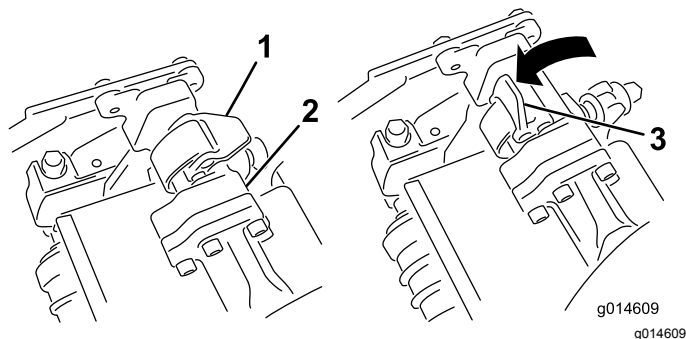
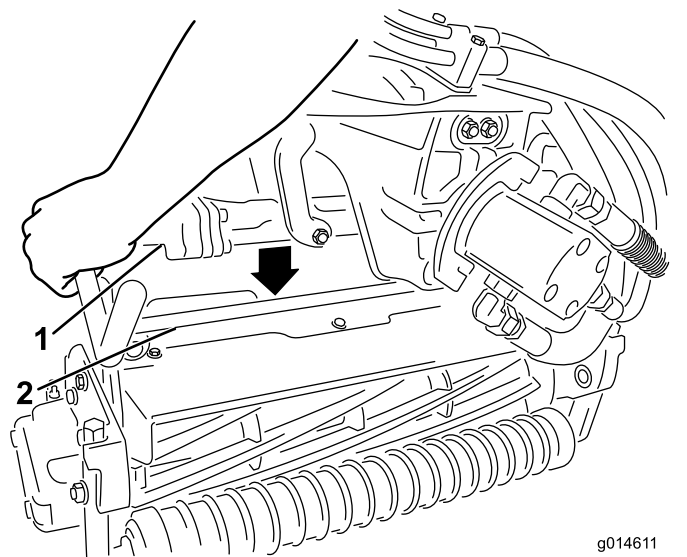

Figura 32
Figura 33
3. Con i fermi del braccio di sospensione rivolti verso l'alto (cioè aperti) (Figura 32), premete il braccio di sospensione verso il basso in modo che la barra si inserisca nella barra della parte superiore dell'apparato di taglio (Figura 33).
4. Chiudete i fermi spostandoli verso il basso e attorno alla barra dell'apparato di taglio, quindi bloccateli in posizione (Figura 32).
- Aprirete i fermi sulla barra del braccio di sospensione dell'apparato di taglio che state rimuovendo (Figura 32).